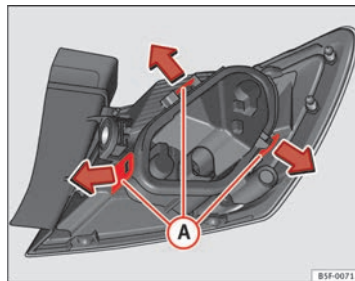

Fig. 153 Languettes de fixation au dos du feu arrière
- Déposez le support d'ampoules ⇒ fig. 153 en déverrouillant les languettes de fixation A.